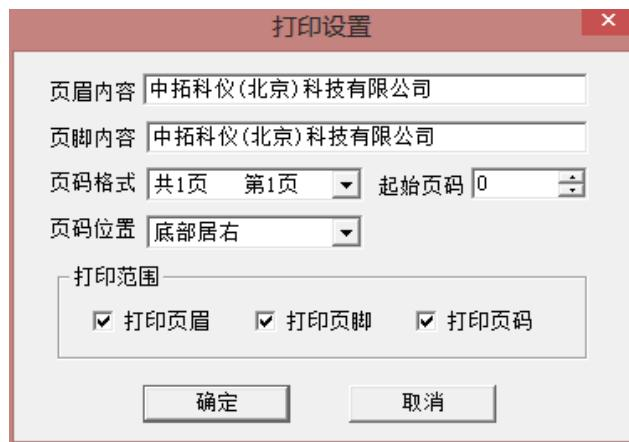

图 6-10
- 10、打印设置：进行有关打印机的设置，如图 6-10 所示，其中各项参数均有自动记忆功能，即初始化为上次打印设置相应的设置值。